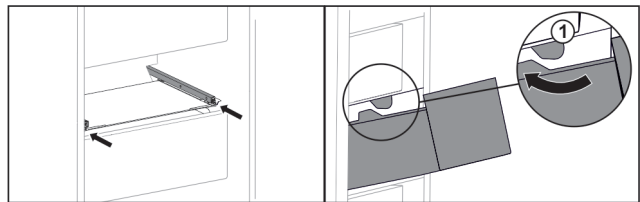

Fig. 136
- ▶ Lade rond de stoppers Fig. 136 (1) leiden.